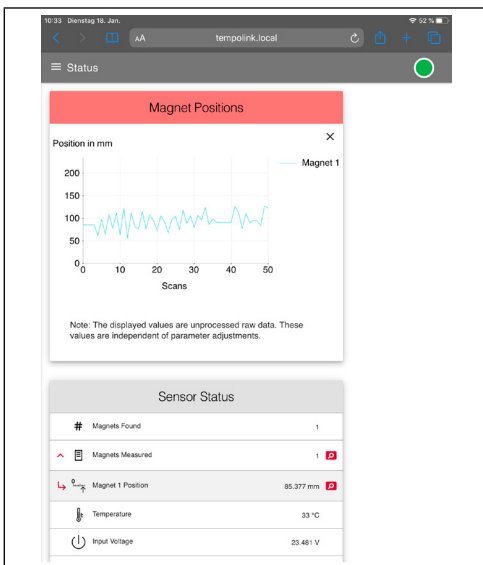

Abb. 24: Grafische Anzeige der Positionswerte
- **Magnets Measured:** Anzahl der eingestellten Magnete, mit denen der Sensor betrieben wird. Wenn Sie den roten Pfeil links neben dem Symbol anklicken, wird die aktuelle Position des Magneten angezeigt. Wenn Sie die Lupe auf der rechten Seite anklicken, wird die aktuelle Magnetposition in einer grafischen Anzeige dargestellt (Abb. 24). Beachten Sie, dass die Ausgabe der Positionswerte in der grafischen Anzeige langsamer ist als die Ausgabe der Positionswerte an die Steuerung.